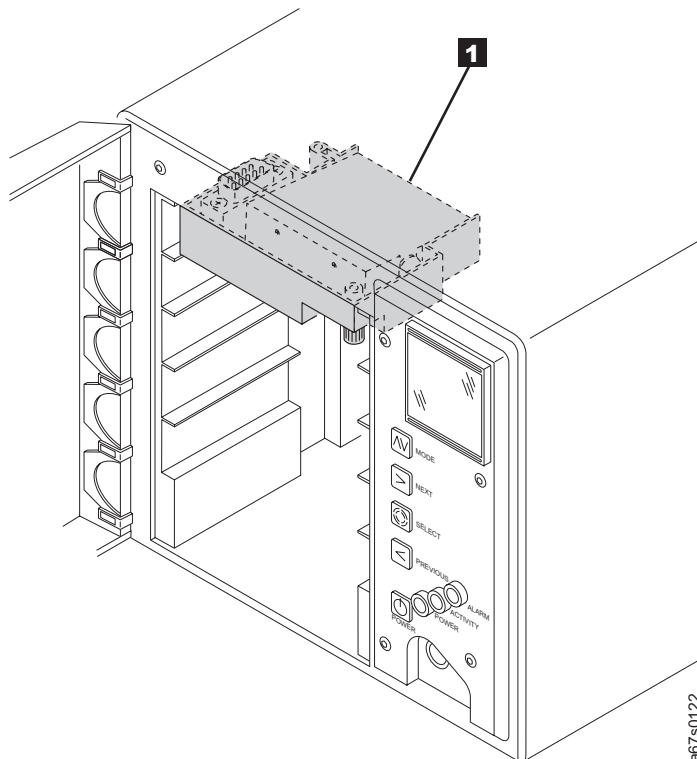

Abbildung 20. Linse der Barcode-Leseinheit reinigen. Die Linse befindet sich an der Rückseite der installierten Barcode-Leseinheit.
1. Wischen Sie die Linse der Barcode-Leseinheit mit einem fusselfreien Tuch ab (siehe **1** in Abb. 20). Wiederholen Sie die Operation.